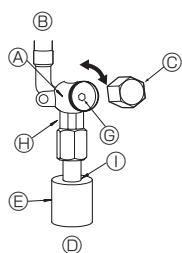

Fig. 4-5
- (1) Γραμμή αερίου (Fig. 4-5)